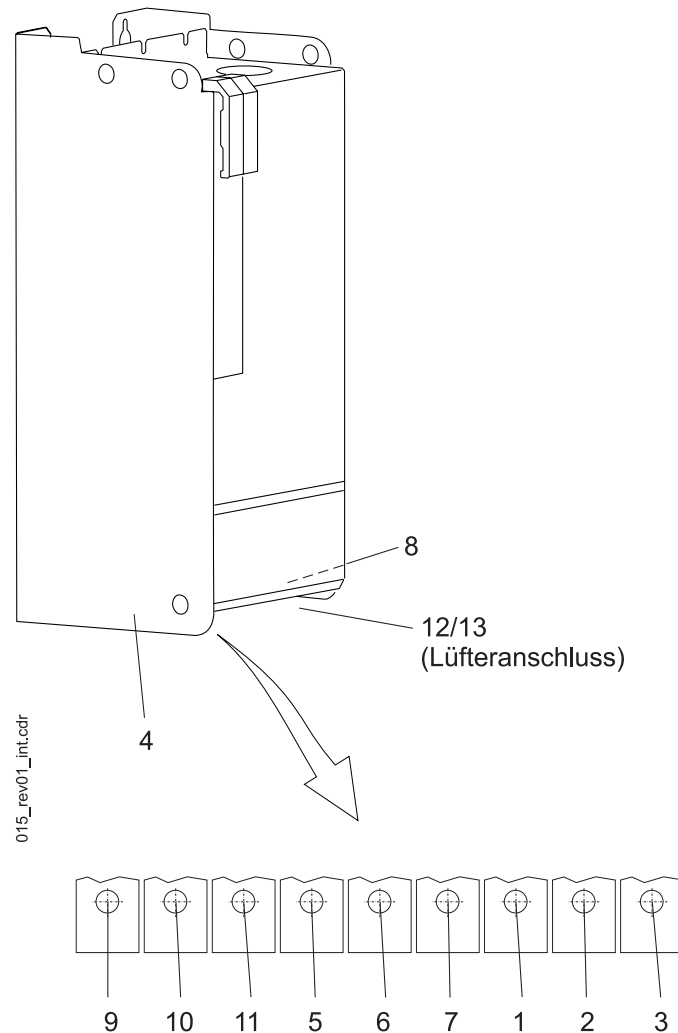

Abbildung 11: Leistungsanschlüsse
Leistungsanschlüsse befinden sich an der Unterseite des Gerätes (siehe ► Abbildung 11 auf Seite 43).
1) Position, siehe ►Abbildung 11◄ auf Seite 43.